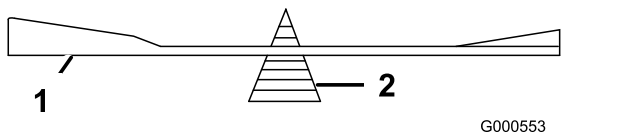

Figure 66
2. Vérifiez l'équilibre de la lame en la plaçant sur un équilibreur (Figure 66).
**Remarque:** Si la lame est déséquilibrée, limez un peu l'extrémité de l'ailette seulement (Figure 66).